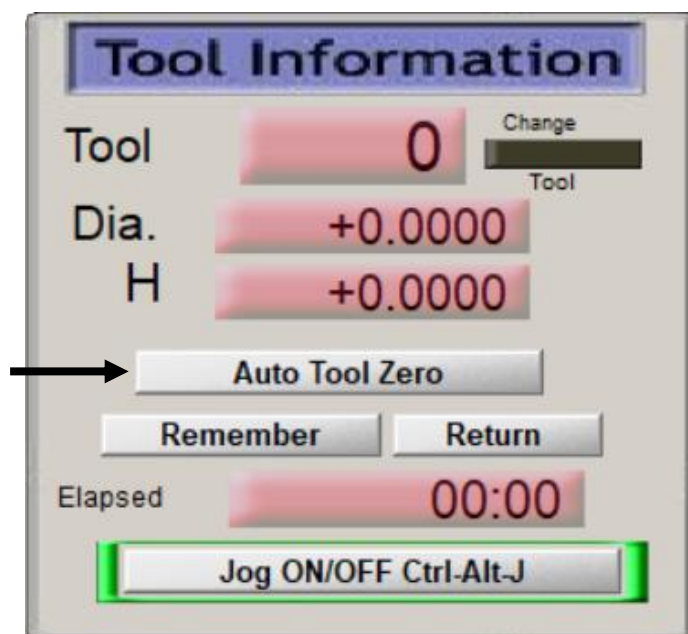

Рис. 3.1 Панель «Інформація про інструмент» у вікні програмного забезпечення Mach3 Mill.
3) Знайдіть та натисніть запрограмовану кнопку «Auto Tool Zero» на панелі «Tool Information» (укр. «Інформація про інструмент») (див. рис. 3.1).
Якщо інструмент вже обраний, тобто його номер у полі «Tool» на панелі «Tool Information» (див. рис. 3.1) є відмінним від «0», макрос запитає, чи бажаєте ви використовувати саме цей інструмент як перший інструмент для розрахунку компенсації: